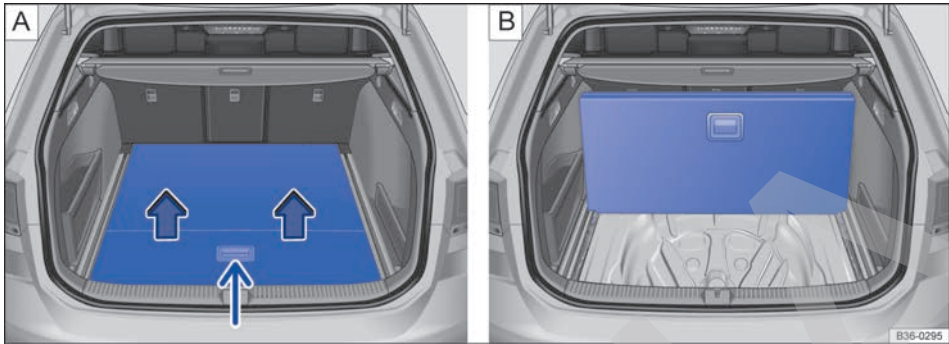

Fig. 189 En el maletero: colocar el piso del maletero en vertical.
- Levante el piso del maletero por el asidero → fig. 189 A (flecha pequeña) y colóquelo en posición vertical tal y como se muestra → fig. 189 B.